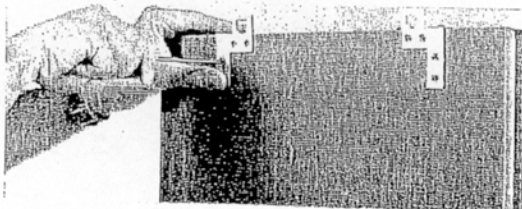

Fig. 7
- Bevestig de bundels aan de behuizing van het toestel met behulp van schroeven (fig. 7).